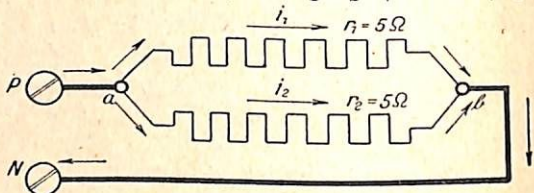

Abb. 13 (zu Aufg. 49).
49. Die beiden Widerstände $r_1 = 5 \Omega$ und $r_2 = 5 \Omega$ (Abb. 13) sind nebeneinander geschaltet. a) Wie groß ist der Ersatzwiderstand R ? b) Wie groß ist der Ersatzwiderstand R bei $r_1 = 5 \Omega$ und $r_2 = 10 \Omega$? c) Wie groß ist in beiden Fällen der Hauptstrom J , wenn die Anschlußpunkte a und b an 220 Volt angeschlossen werden?